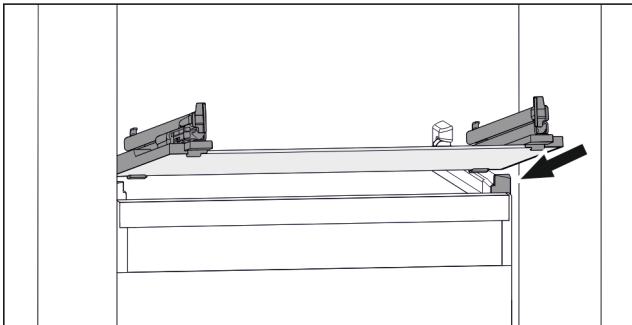

Fig. 110 Beispielhafte Darstellung der Glasplatte
- Glasplatte schräg hinter den Stopperr aufsetzen. (siehe Fig. 110)